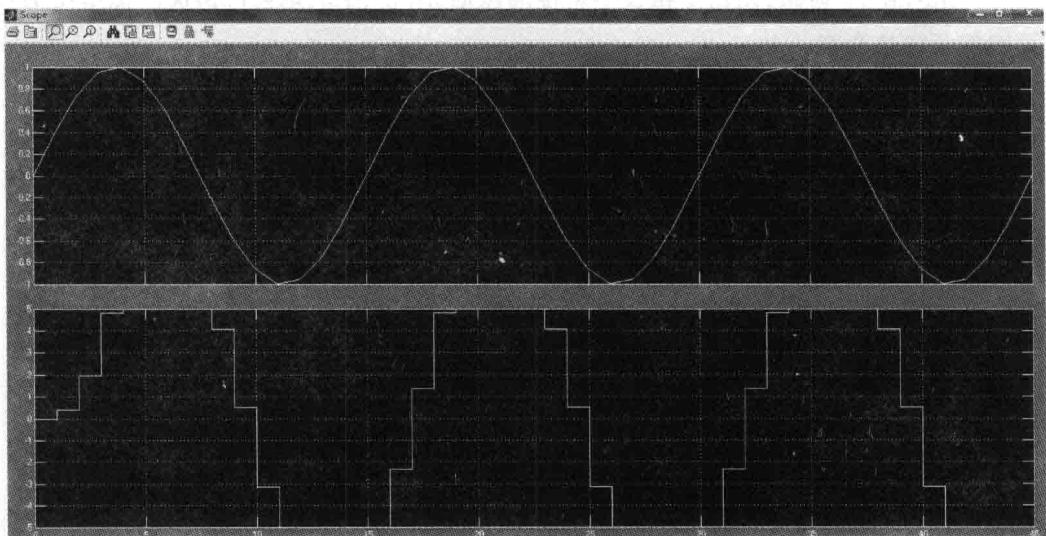

图 6.20 仿真结果观察窗口
- (4) 打开如图 6.20 所示的仿真结果显示窗口;
- (5) 退出 Scope 窗口。